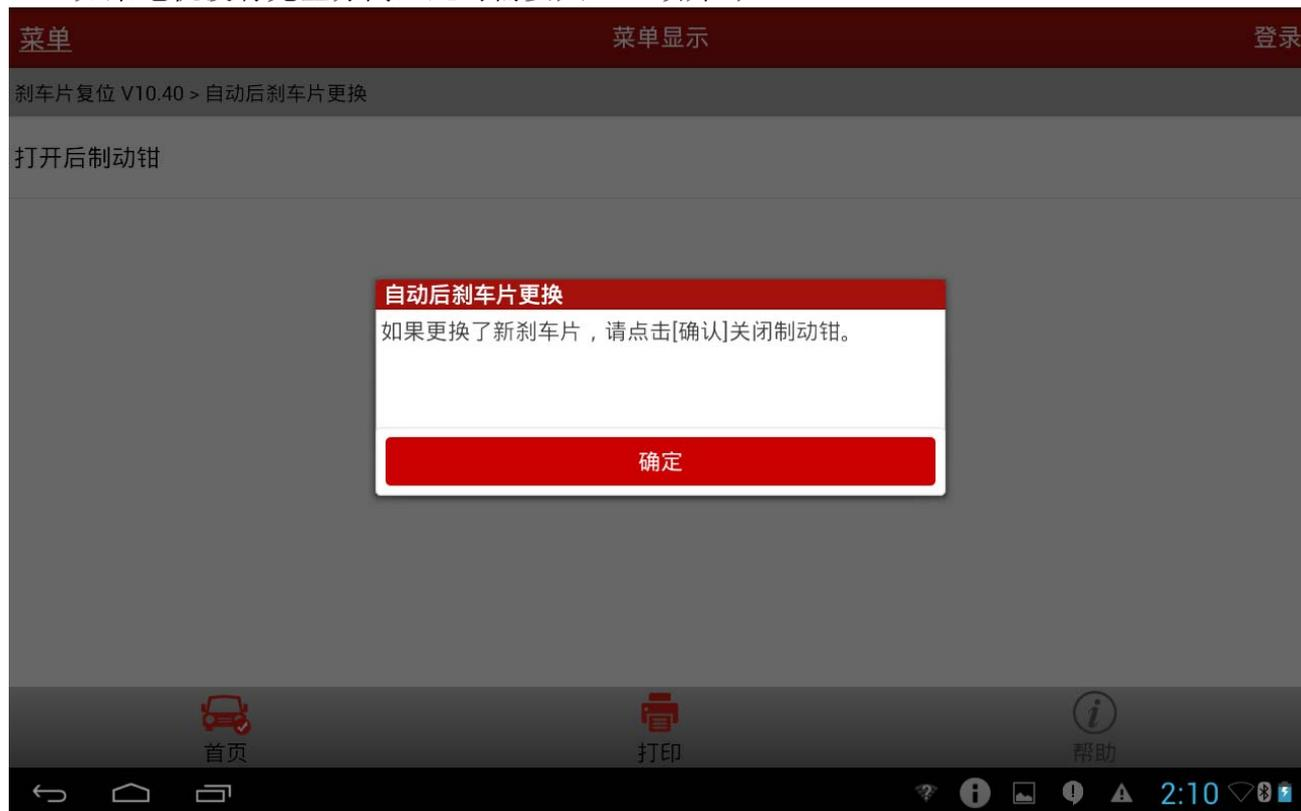

图 14
- 15). 确认制动钳已被打开，按“确定”之后，提示更换新刹车片，如图 14。更换制动片时，如果电机没有完全分离，此时需要人工“顶开”；